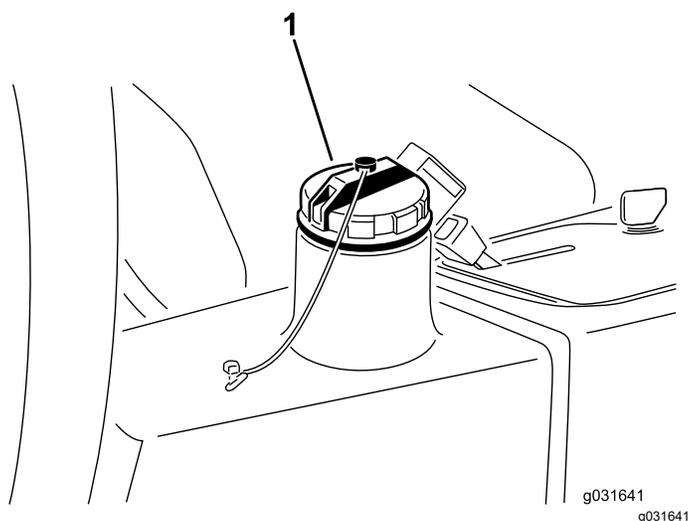

Рисунок 67
4. Залейте в гидравлический бак (Рисунок 67) приблизительно 13,2 литра гидравлической жидкости; см. Проверка гидравлической системы (страница 66).